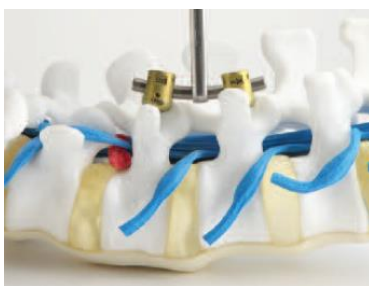

Figura 10
d. Logo que a Barra adequada tenha sido selecionada, usar o Porta-Barras para facilitar a inserção na “tulipa” da cabeça do Parafuso. (Figura 10) Isto pode ser feito em qualquer sequência de acordo com o julgamento do cirurgião.